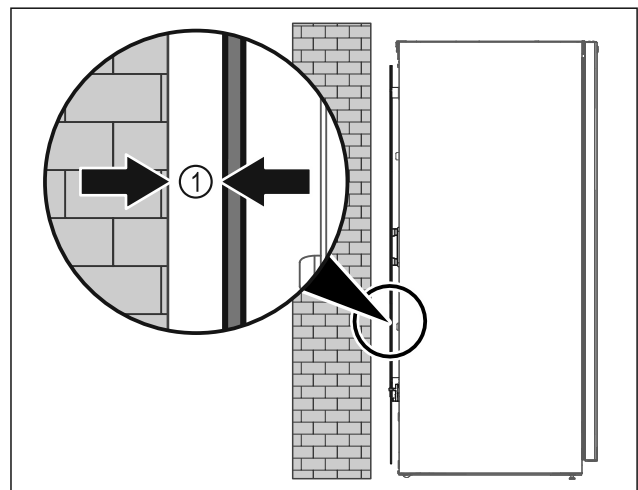

Fig. 47
- Placer l'appareil soit librement dans la pièce, soit directement contre un mur en respectant une distance minimale de 5 mm Fig. 47 (1).